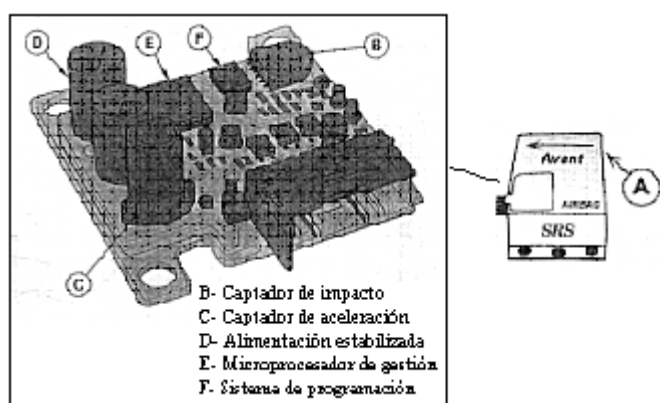

Figura 8.
- Un montaje con una orientación bien precisa de la unidad de control indicada por la presencia de una flecha (A) figura 8 (orientada hacia la parte delantera del vehículo).